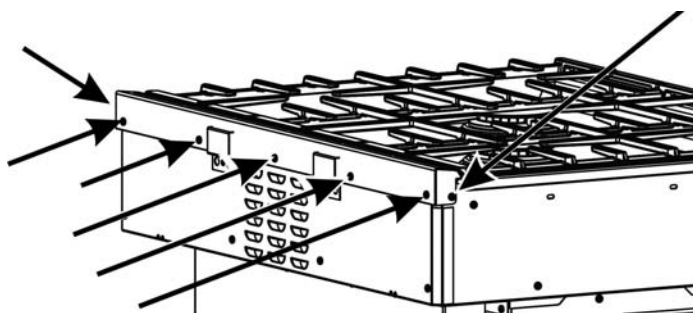

Figura 6: Ubicaciones de los tornillos de la moldura
4. Si la parte trasera de la estufa no se parece a la estufa de la Figura 6, diríjase al procedimiento en la página 3.
5. Retire los tornillos que sujetan la moldura (cinco tornillos en la parte trasera y un tornillo en cada extremo) (consulte la Figura 6). Guarde estos tornillos para instalar la placa antisalpicaduras inferior.
8. Asegure la placa antisalpicaduras inferior con un tornillo en cada extremo y, luego, sujete la placa antisalpicaduras inferior en una posición vertical mientras asegura los 5 tornillos de la parte trasera (consulte la Figura 6).